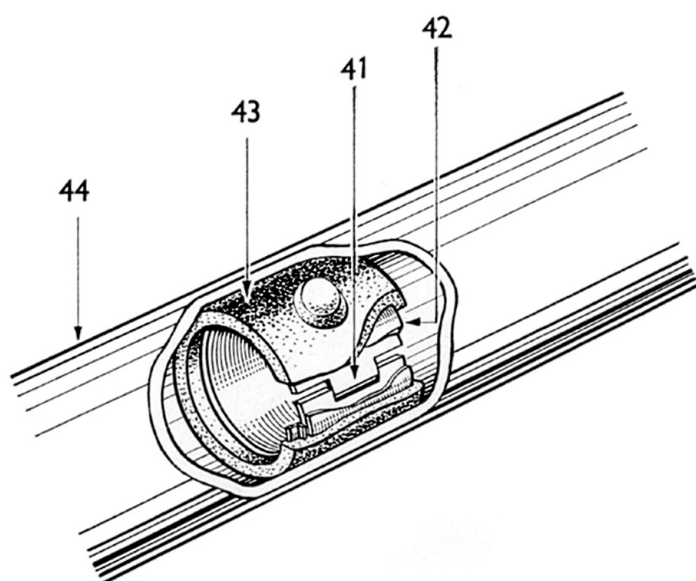
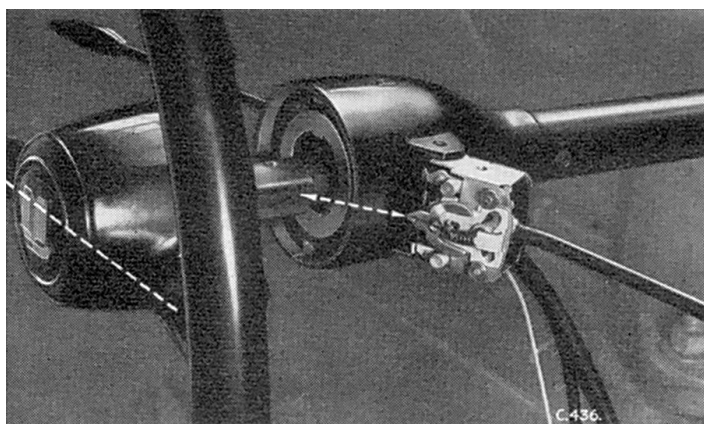

Fig. 27. Ensemble coussinets de la colonne de direction
Fig. 28. Position des pattes du déconnecteur automatique des indicateurs de direction par rapport au volant
1. Monter le coussinet en nylon (41) et la bague en acier (42) dans chaque bague de caoutchouc (43) et introduire l'ensemble dans le bas de la partie extérieure de la colonne (44) en engageant les saillies en caoutchouc dans les trous de la colonne, comme indiqué Fig. 27. S'assurer que la bague de renforcement métallique au bout du coussinet se trouve du côté de l'extrémité inférieure de la colonne. Répéter ces opérations avec l'ensemble coussinet supérieur.
2. Fixer la cuvette (40) à l'extrémité inférieure de la colonne (44).
3. Monter le volant sur la partie intérieure de la colonne (39) et aligner les pattes du déconnecteur automatique d'indicateur de direction avec les rayons du volant, comme indiqué Fig. 28. Monter l'attache (60) et la fixer au moyen de l'écrou (62). Mator l'écrou à la partie intérieure de la colonne pour l'empêcher de se dévisser.